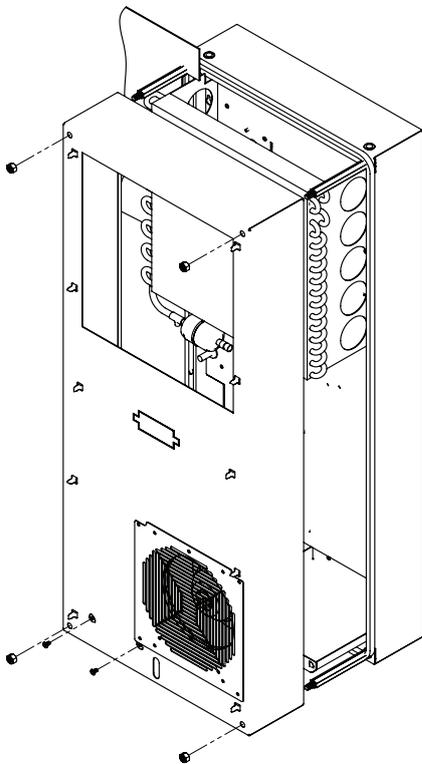

Abbildung 5
8. Setzen Sie die hintere Gehäusehälfte in den Montageausschnitt ein und sichern Sie sie mit den vier Abstandshaltern. Siehe Abbildung 5 auf Seite 13.